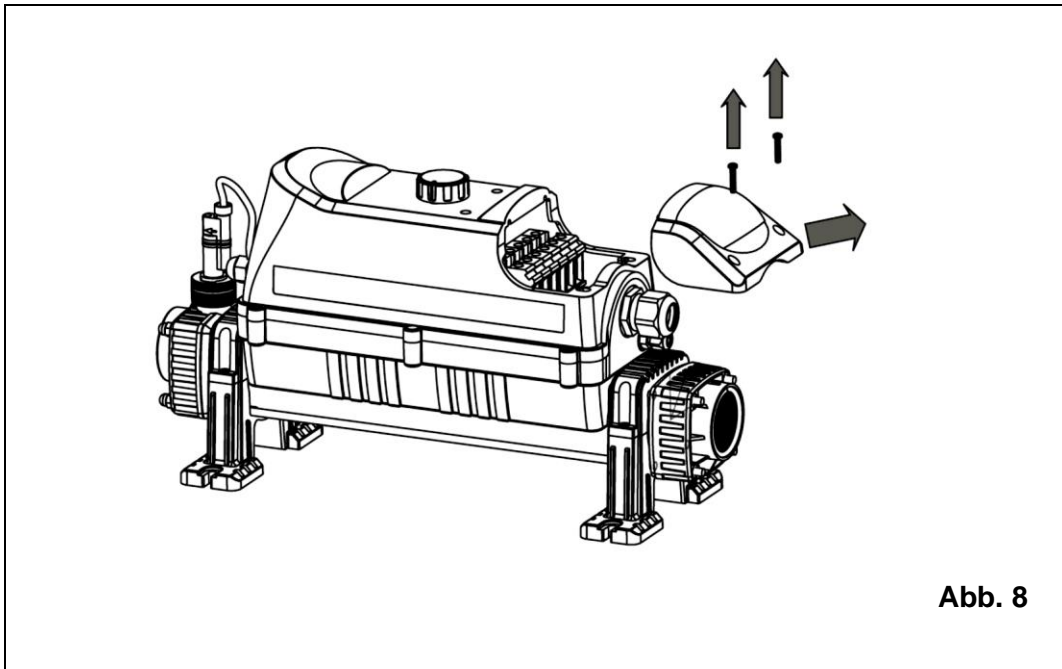

Abb. 8
- Zum Anschließen des Stromkabels den Deckel abnehmen (siehe Abb. 8).